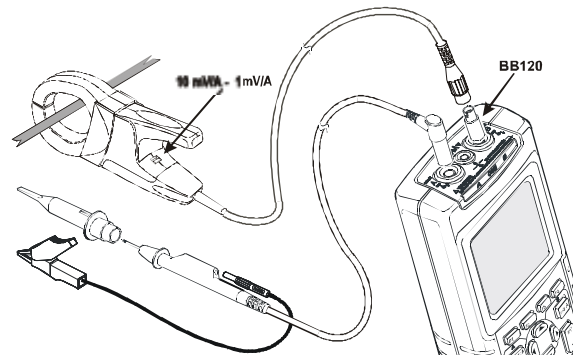

Рис. 3-1 Соединение входов для измерения гармоник
- ① Подключите входы, как показано на рис. 3-1